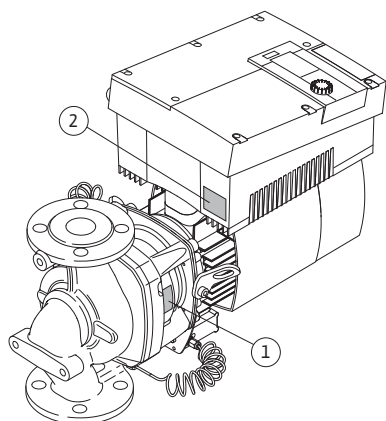

Fig. 11: disposición de las placas de características:
- La placa de características de la bomba (Fig. 11, pos. 1) posee el número de serie (nº serie .../...) necesario, p. ej., para el pedido de repuestos.
- La placa de características del módulo electrónico (módulo electrónico = inversor o convertidor de frecuencia) (Fig. 11, pos. 2) indica la denominación del módulo electrónico utilizado.